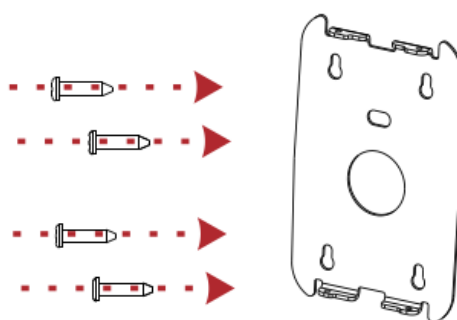

Рисунок 3
- снимите фланец с корпуса кронштейна и прикрепите фланец к стене с помощью 4 винтов (рисунок 3);